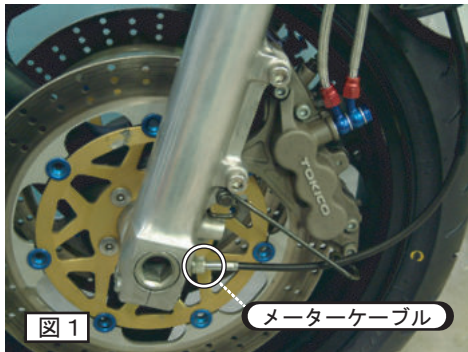

図1
2. 図1のメーターケーブルを取り外し、1であらかじめ引き抜いていたホースクランプだけを取り外し、メーターケーブルを元通りに組み付けます。(取り外したホースクランプは使用しません。)